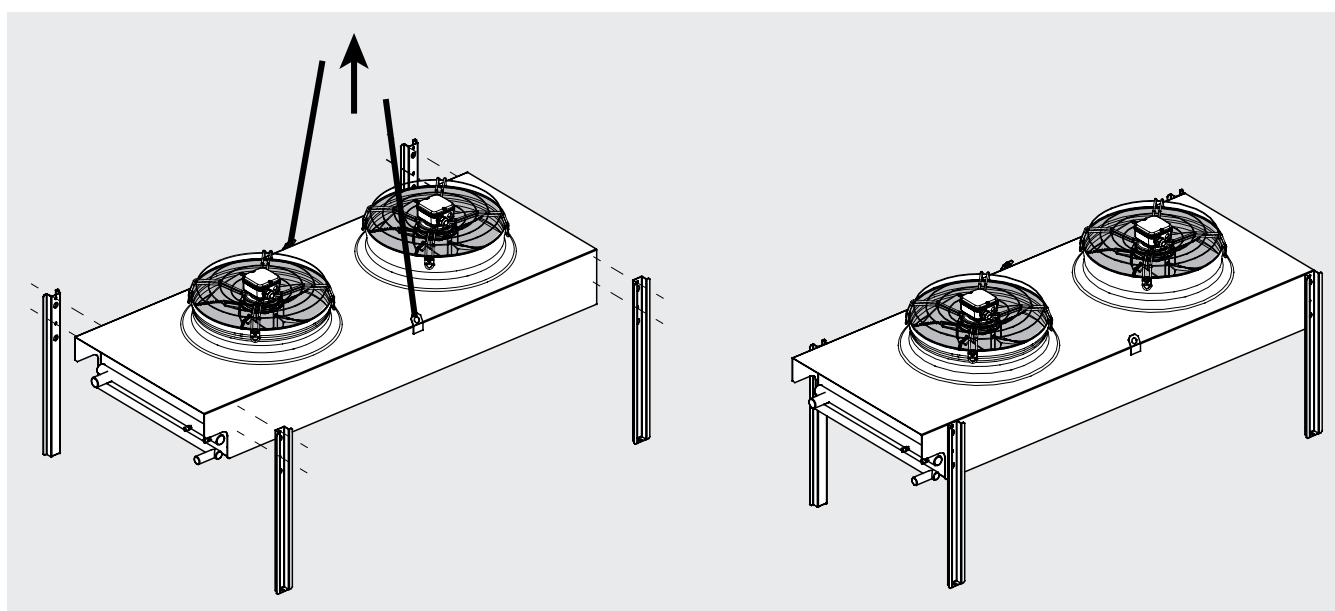

Figura 4
- 6.5 I modelli standard sono forniti con staffe per l'installazione con flusso d'aria orizzontale. È possibile l'installazione con flusso d'aria verticale procedendo all'assieme del kit opzionale, si veda la Figura 4: